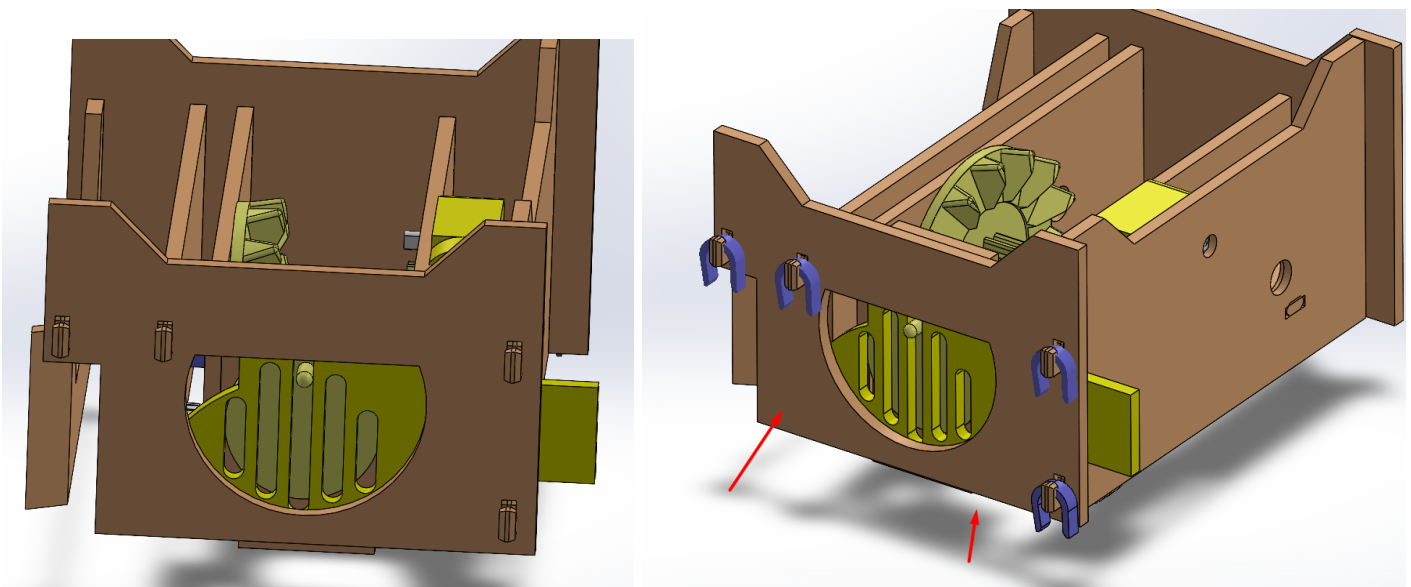

FIGURE 14
ÉTAPE 11: Dans cette étape, nous devons recouvrir l'avant du robot avec le mur avant numéroté 10. Les broches passent à travers ses trous comme on peut le voir dans la figure 14. Nous prenons ensuite les broches violettes fines pour le fixer en place.